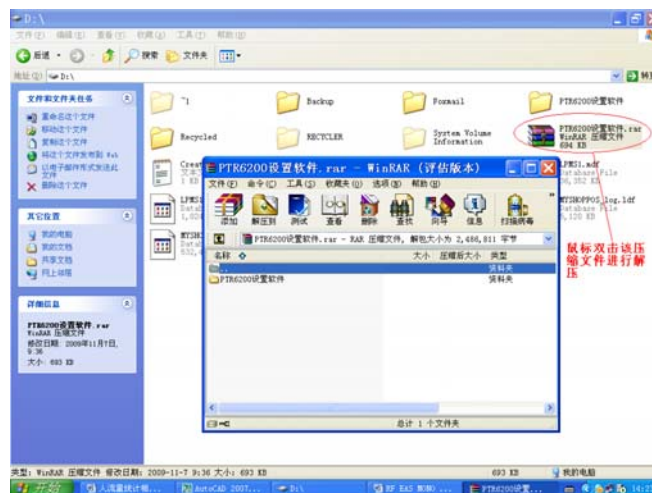

图 7
1) 双击从普诺玛公司网站下载的“PTR6200 设置软件.rar”压缩文件进行解压，然后将解压后的文件保存在默认目录下，如图 7 所示：